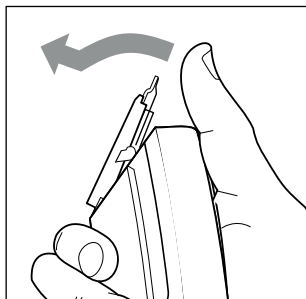
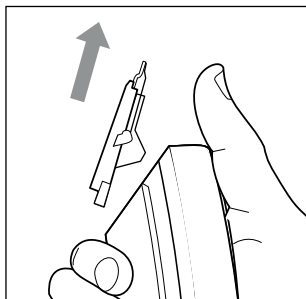

Bild 8
Bild 9
- 1) Ta först av skärhuvudet **1** genom att trycka det framåt med tummarna tills det lossnar (se bild 8). Dra sedan skärhuvudet **1** uppåt och ut ur produkten (se bild 9).